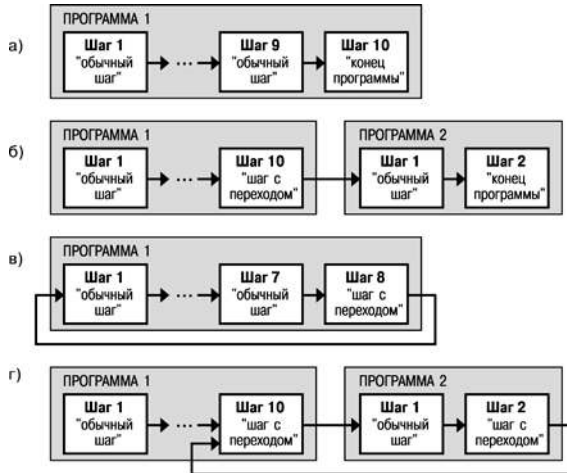

Рисунок 3.3 – Примеры Программ, которые можно реализовать с помощью различных типов Шагов:
- Программу, состоящую более чем из 10 Шагов (рисунок 3.3, б, г);
- Программу, работающую по бесконечному циклу (рисунок 3.3, в, г).
Нециклическая Программа в TRM151-09 (рисунок 3.3, а, б) состоит из последовательности «обычных шагов» и «шагов с переходом», которая заканчивается Шагом типа «конец программы».